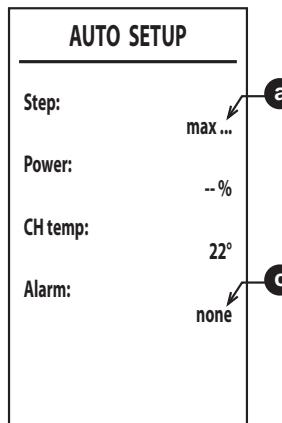

fig. 38
- 6.După aprindere, arzătorul se poziționează pe încălzire la diferențele puteri (max, med, min) indicate de punctul **a** (fig. 38).
- 8.Dacă secvența de aprindere descrisă la punctul „6” nu s-a finalizat cu succes, apare mesajul **max_err** la punctul **a** și un cod de eroare la punctul **c** (fig. 38).